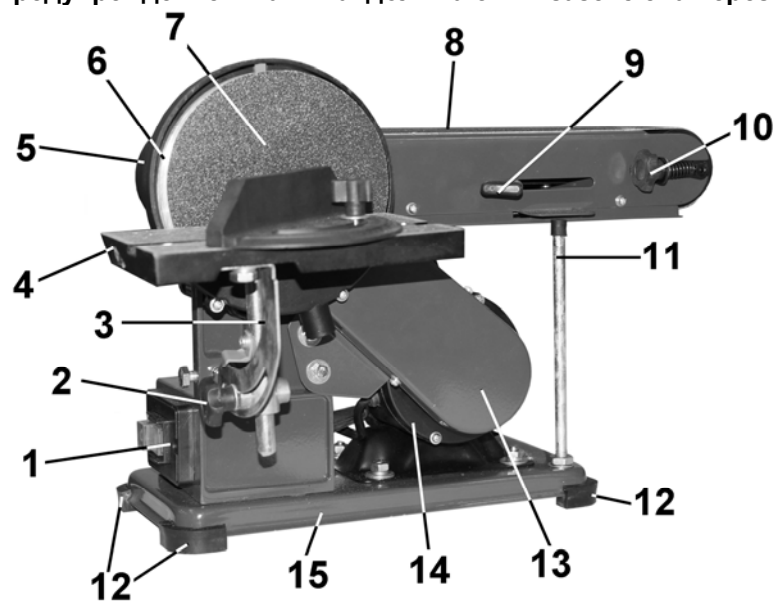
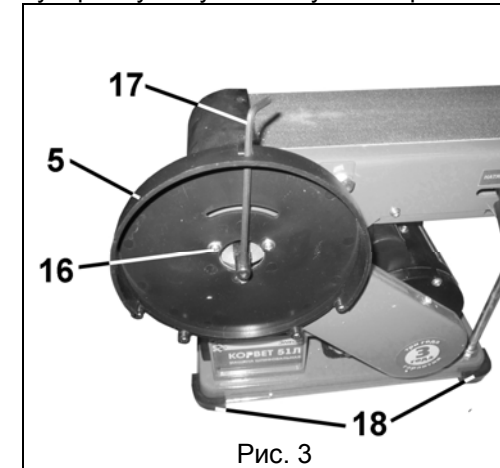

Рис. 2
Рис. 3
12.1. Смена и регулировка шлифовальной ленты (Рис. 2)
12.1.1. При необходимости установки новой шлифовальной ленты (31) переместите рукоятку (9) в сторону ведомого ролика шлифовальной ленты. Когда шлифовальная лента (31) ослабнет, снимите старую шлифовальную ленту и замените ее новой. Переместите рукоятку (9) в сторону ведущего ролика шлифовальной ленты. Проверьте правильность установки шлифовальной ленты (31) вращением ее вручную в направлении ведущего ролика. Если траектория шлифовальной ленты (31) проходит не по центру, отрегулируйте ее вращением винта регулировки (10), Рис.2. При включении машины шлифовальная лента (31) должна находиться в средней части роликов.
12.3.1. Демонтируйте шлифовальный диск (6) и защитный кожух (5), Рис.3, и кожух ремня (13), Рис.2.
12.3.2. Ослабьте четыре болта крепления двигателя к станине (15), Рис.2.
12.3.4. Отрегулируйте натяжение нового ремня и затяните болты крепления двигателя к станине (15), Рис.2.
12.3.5. Установите и закрепите кожух ремня (13), Рис.2. Установите шлифовальный диск (6) и защитный кожух (5), Рис.3.
Установите четыре резиновые опоры (18), Рис.3, на углы основания (15), Рис.2. Установите машину на горизонтальную ровную и устойчивую поверхность верстака, исключив возможность опрокидывания машины при работе.
8.2. Установка шлифовального диска (Рис. 3; 4)
Установите и закрепите защитный кожух (5), Рис.3. Проверните шпиндель, так чтобы фрезеровка (лыска) вала (21) была направлена вверх и совпадала с отверстием защитного кожуха (5).